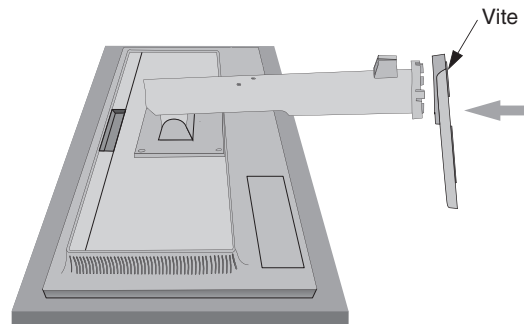

Figura 2
3. Montare il supporto della base al monitor LCD e fissare adeguatamente le viti della parte inferiore del supporto della base (**Figura 2**).